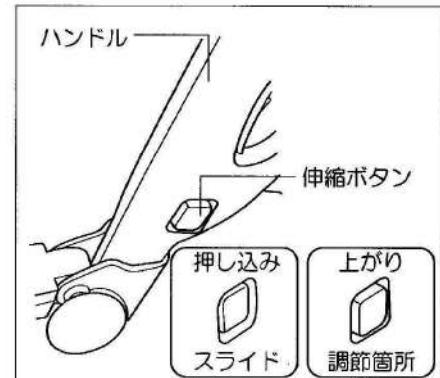

図6
- ハンドルは、伸縮ボタンを押して5段階に調節ができます。(図6参照)